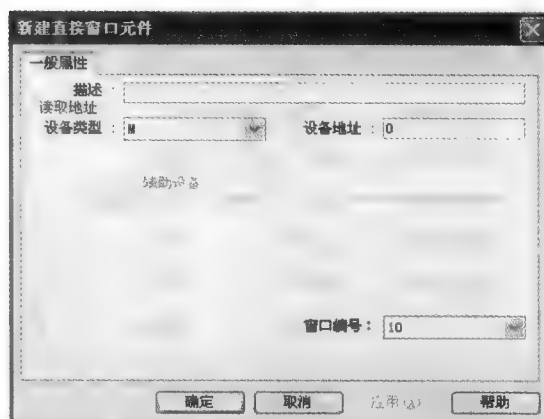

图 7-35 直接窗口
10) 间接窗口和直接窗口元件:间接窗口是通过触控键弹出指定的窗口的元件,而弹出窗口号由软元件进行指定;直接窗口同样也是通过触控键弹出指定的窗口的元件,不过弹出的窗口号由触摸屏直接指定。如图 7-34 和图 7-35 所示。